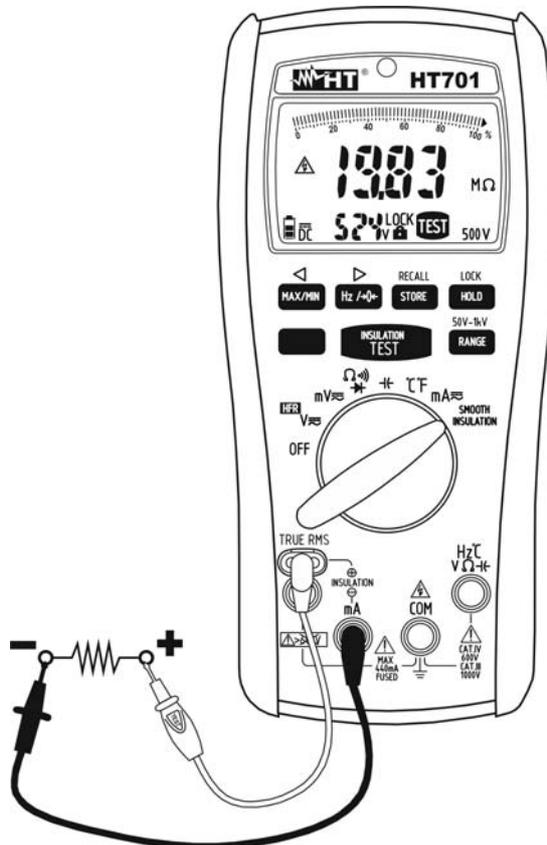

Fig. 10 : Utilisation de l'instrument pour mesure d'isolement
5. Insérer la sonde à distance rouge dans l'entrée du jack «  $\oplus$  » et le câble noir dans l'entrée du jack «  $\ominus$  » (voir la Fig. 10).
6. Positionner les embouts aux extrémités du circuit sous test en respectant les polarités positives et négatives (voir la Fig. 10). Utiliser le cas échéant des pinces crocodile.